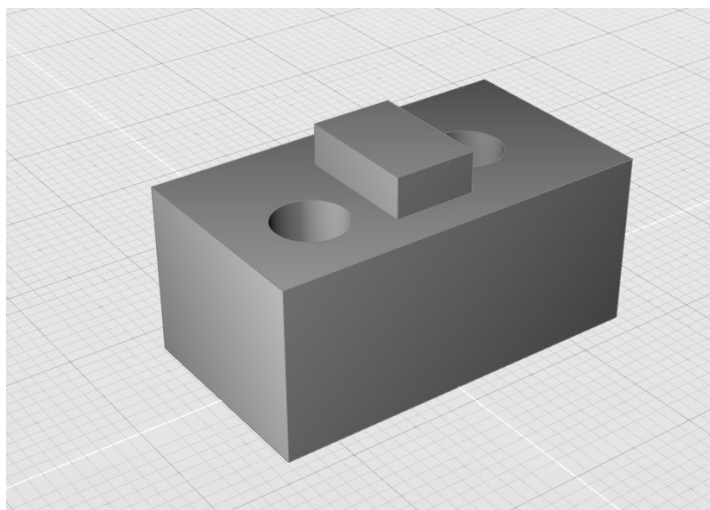

图 4-167 打开练习文件
1) 打开素材文件夹“练习（4.4.9_4）”中的 Evolve 文件，该文件中包含一个实体对象，如图 4-167 所示。